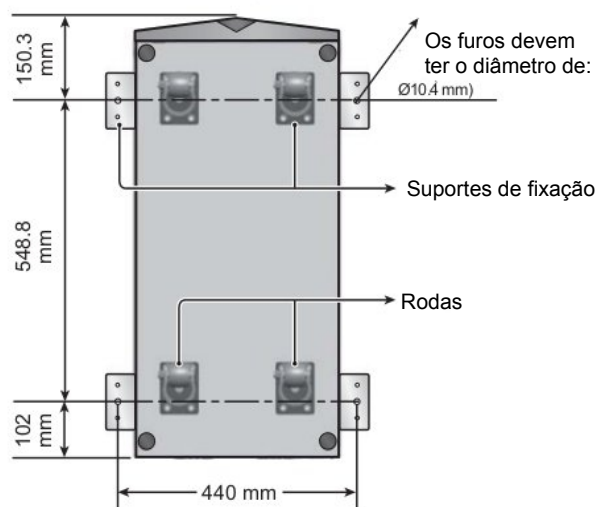

Fig. 6-2: Diagrama para marcação de furos de fixação
1. Ao decidir onde a UPS será colocada, use a fig. 6-2 como referência para fazer as furações no piso. Furos para parafusos M10 com pelo menos 95mm de profundidade são necessários.